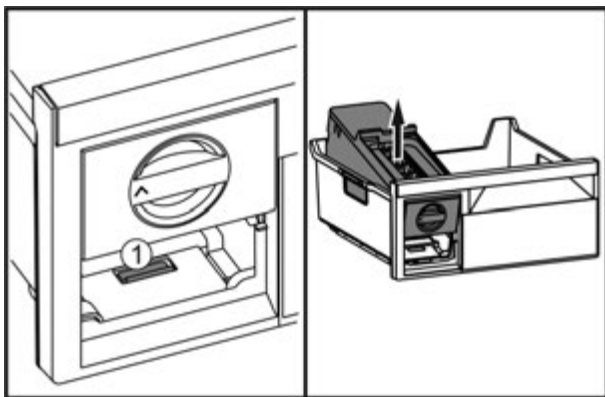

Fig. 51
- ▶ Натиснути на накладку Fig. 51 (1), EasyTwist-Ice підняти ззаду і витягнути з висувного ящика для заморожування.